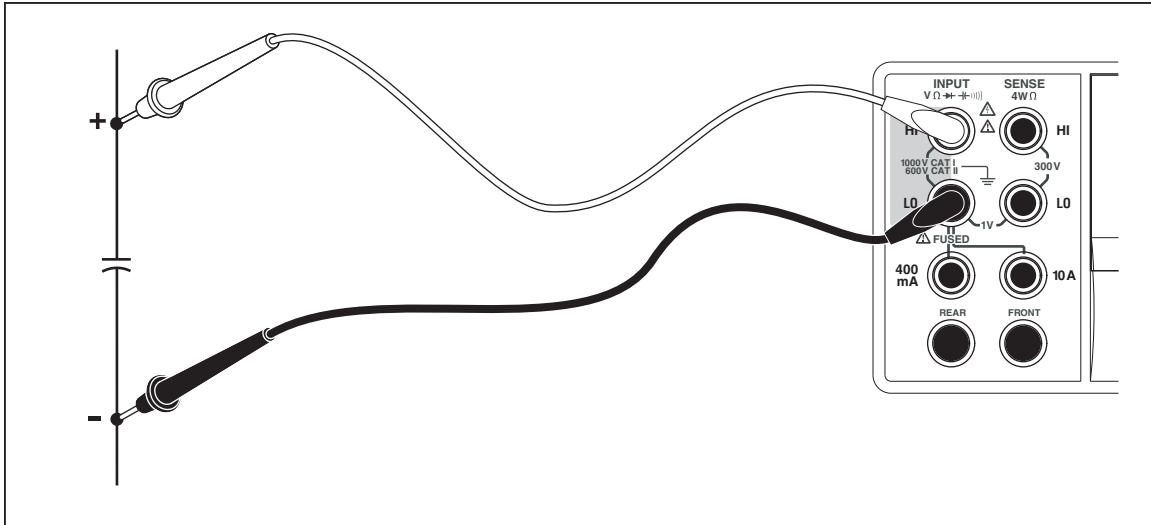

Figure 4-6. Mesure de capacité
3. Raccordez les cordons de mesure du multimètre conformément à la figure 4-6.